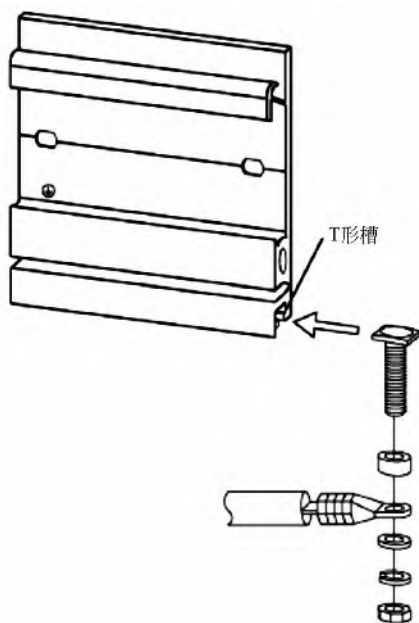

图 2-33 连接保护性导线示意图
SIMATIC S7-1500 PLC 自动化系统、ET 200MP 分布式 I/O 系统必须连接到电气系统的保护导线系统，以确保电气安全。将导轨附带的 M6 的螺钉插入导轨下部的 T 形槽中，再将垫片、带接地连接器的环形端子（已经压上了线径为 10mm² 的导线）、扁平垫圈和锁定垫圈插入螺栓。旋转六角头螺母，通过该螺母将组件拧紧到位。最后将接地电缆的另一端连接到中央接地点/保护性母线 (PE)。连接保护性导线示意如图 2-33 所示。
(2) 安装电源模块